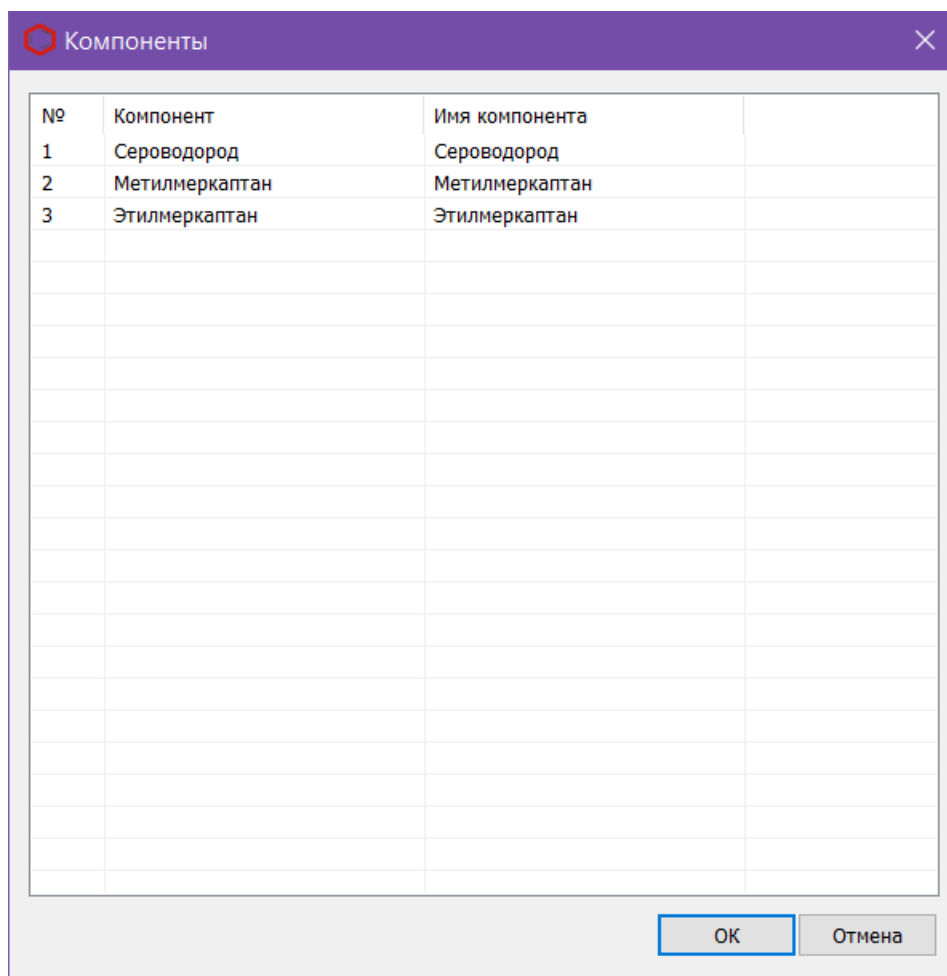

Рис. 9. Окно «Компоненты»
1. В основном окне нажмите **Таблица компонентов**. Откроется окно *Компоненты* (Рис. 9).